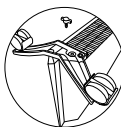

Рис. 8
- приложить планку опорной шасси к месту крепления на конвекторе так, чтобы выпуклая часть планки прилегла плотно к корпусу конвектора и находилась ближе к его задней стенке, винтовое отверстие должно совпадать (рис. 8);